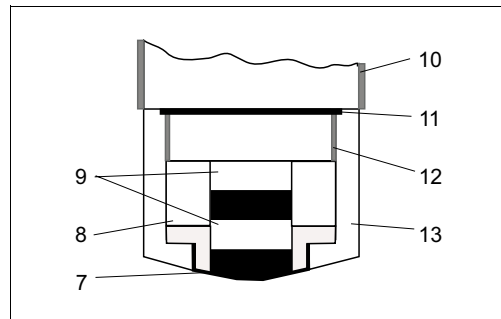
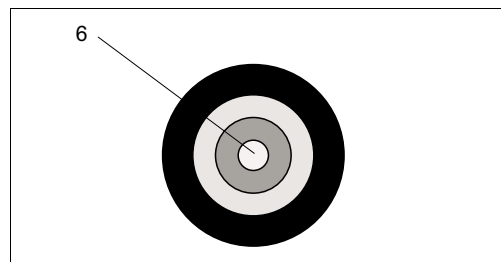

Fig. 18: Testa del sensore, schema ritaglio
Fig. 19: Testa del sensore, vista dall'alto
- Testa del sensore con catodo e anodo (fig. 18, fig. 19)
- Coperchio membrana con elettrolita (fig. 18, pos. 13 and 8)